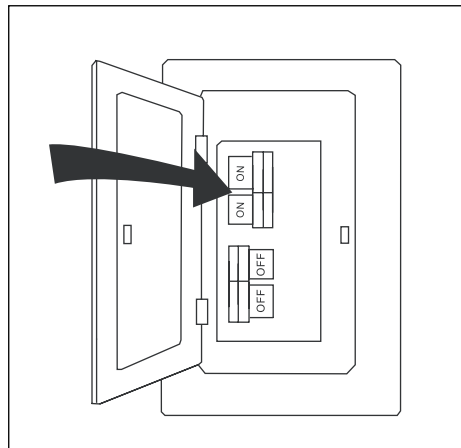

Figure 4.11
11. Restablezca la alimentación en el fusible principal o el interruptor de circuito y el interruptor de pared (Figure 4.11). **El ensamblaje está listo.**